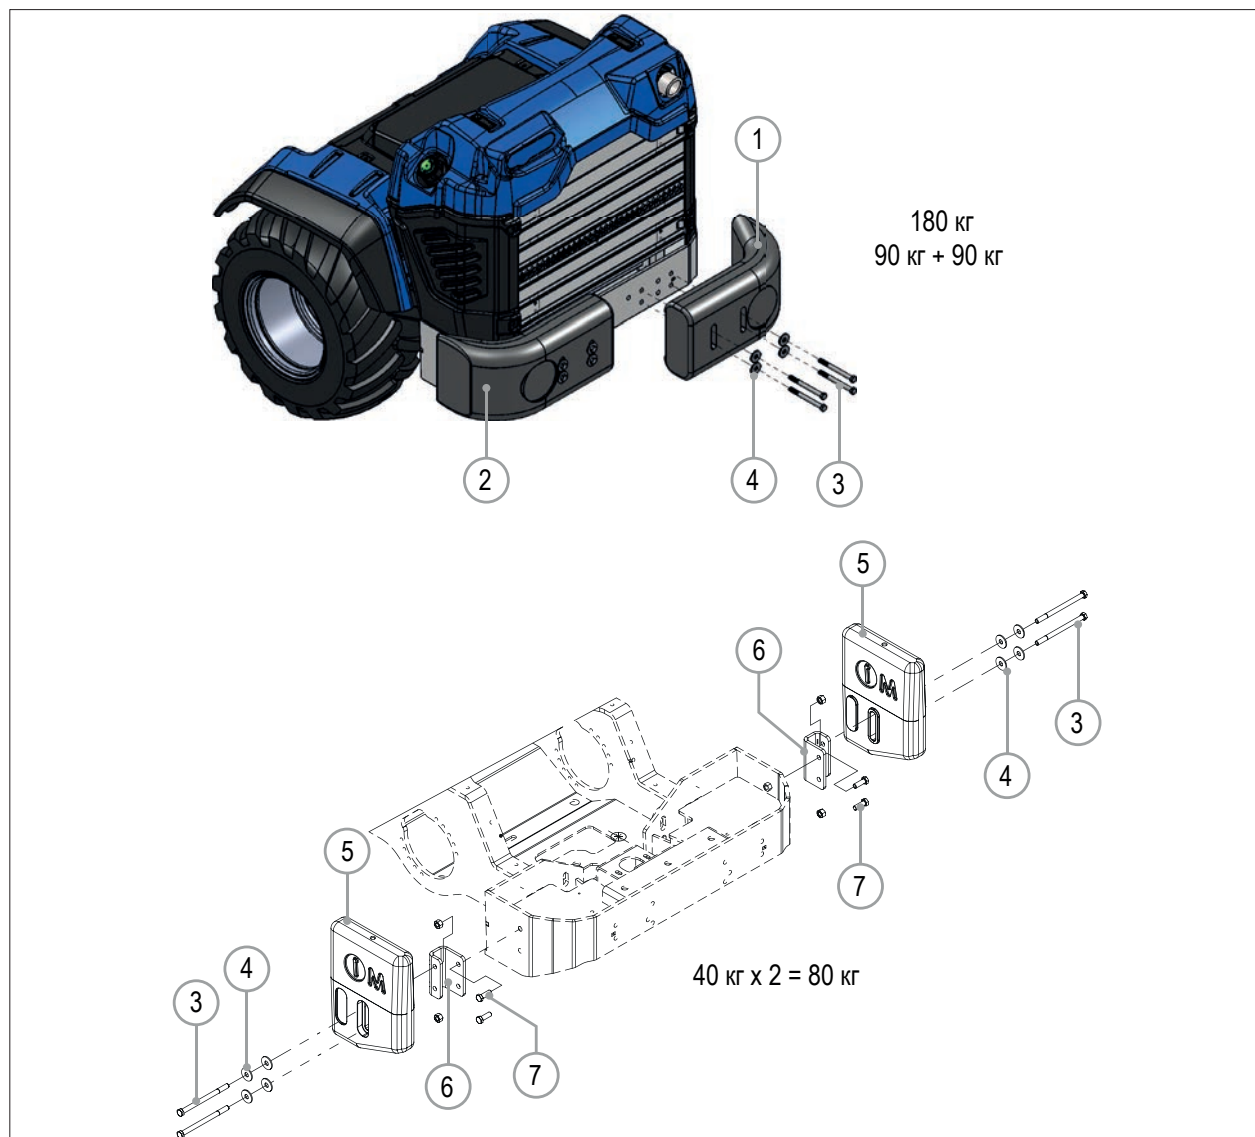

РИС. 66
- Комплект задних грузов весом 80 кг (40 кг x 2) можно установить на задней стороне бампера машины (РИС. 66 - Сс. 5).
- Комплект задних грузов весом 180 кг (90 кг x 2) можно установить на задней стороне бампера машины (РИС. 66 - Сс. 1 и 2).
- 2) Установите поддерживающие скобы (РИС. 66 - Сс. 6) при помощи болтов (РИС. 66 - Сс. 7).
- 3) Используя подъемное устройство установите противовес (РИС. 66 - Сс. 5) на заднем бампере машины.
- 4) Закрепите противовес на бампере при помощи болтов и шайб (РИС. 66 - Сс. 3 и Сс. 4).
- 2) Используя подъемное устройство установите противовес (РИС. 66 - Сс. 1) на заднем бампере машины.
- 3) Закрепите противовес на бампере при помощи болтов и шайб (РИС. 66 - Сс. 3 и Сс. 4).